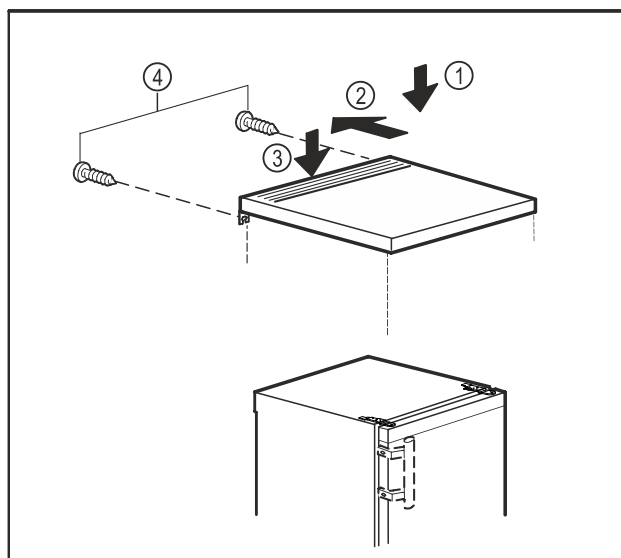

Fig. 19
- ▶ Поставете плота на масата върху уреда. *Fig. 19 (1)*
- ▶ Преместете плота на масата назад. *Fig. 19 (2)*
- ▶ Натиснете надолу плота на масата. *Fig. 19 (3)*
- ▶ Затегнете винтовете от задната страна. *Fig. 19 (4)*